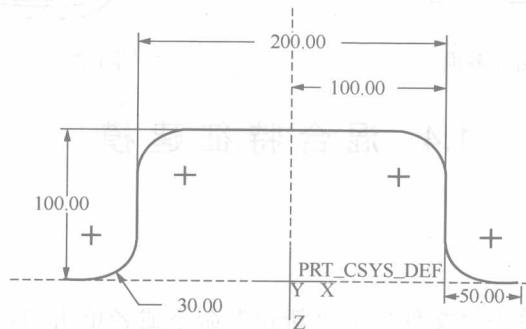

图 1-33 草绘扫描轨迹线
(1) 单击屏幕右侧基准工具栏中的 按钮，进入草绘模式，绘制一条如图 1-33 所示的扫描轨迹线。